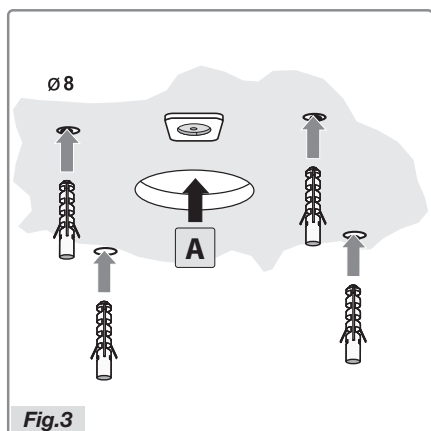

Fig.3
- Créez l'ouverture d'évacuation A (Fig.3).